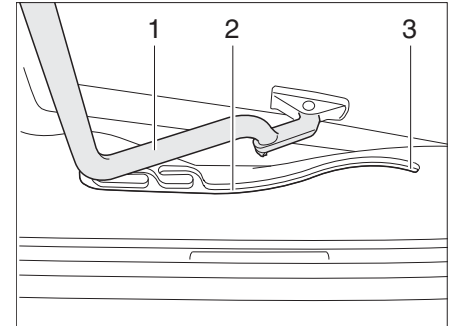

Fig. 30 Oblò inclinabile, guida
- Tirare la staffa (Fig. 30,1) nelle guide (Fig. 30,2) fino alla posizione più all'indietro (Fig. 30,3).
- Spingere la staffa (Fig. 30,1) leggermente verso l'alto con ambedue le mani.
- Tirare la staffa nelle guide (Fig. 30,2) fino alla posizione desiderata.